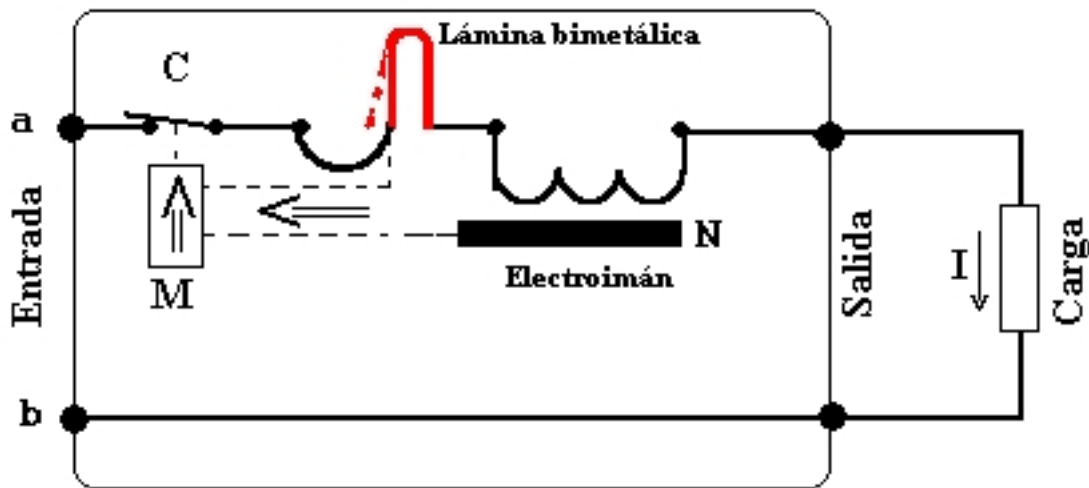

Figura 1.- Diagrama de un interruptor magnetotérmico
El funcionamiento del interruptor magnetotérmico, representado en la Figura 1, es el siguiente: Al circular la corriente el electroimán crea una fuerza que, mediante un dispositivo mecánico adecuado (M), tiende a abrir el contacto C, pero solo podrá abrirlo si la intensidad I que circula por la carga sobrepasa el límite de intervención fijado. Este nivel de intervención suele estar comprendido